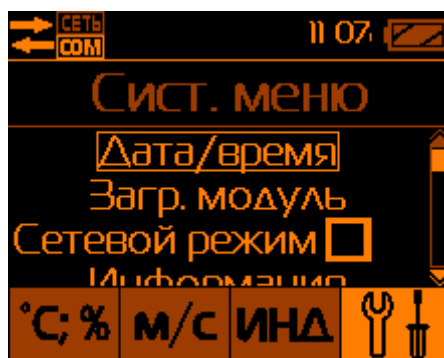

Рис.26 – Системное меню блока отображения информации
2.7.3. **Установка или корректировка текущего времени и даты в блоке отображения информации** осуществляется выбором пункта меню «Системное меню» и в нём пункта «Дата/время» (Рис.26).